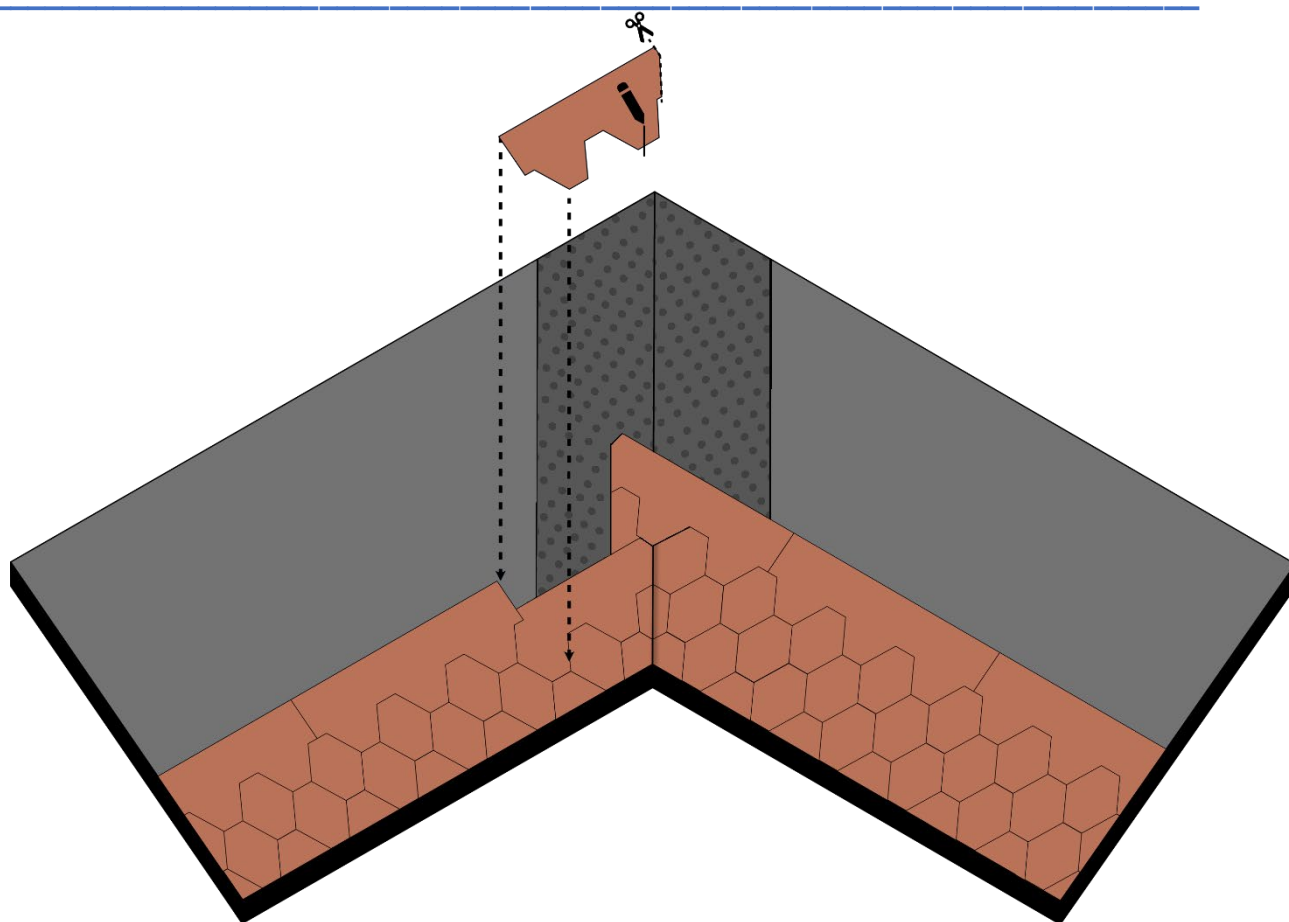

Fig. 21 - Installazione a fiamma delle tegole sul compluvio
- Fissare le stesse alla membrana bituminosa attraverso la fiamma del cannello, sempre scaldando la membrana e non l'elemento tegola. Una volta completata la posa delle tegole sull'intera falda e per l'intera lunghezza del compluvio, passare alla falda adiacente. Iniziare la posa delle tegole per file successive. Fissare le stesse attraverso la fiamma del cannello, sempre scaldando la membrana e non l'elemento tegola. L'ultima tegola di ogni fila dovrà arrivare almeno fino all'asse di compluvio. Completata la posa delle tegole anche per la seconda falda, segnare l'asse del compluvio tramite la tecnica della tracciatura. Procedere quindi al taglio delle tegole della seconda falda seguendo la linea di compluvio, come per la posa a chiodo - Fig. 21. Tagliare trasversalmente lo spigolo superiore della tegola al compluvio, in modo da convogliare l'acqua discendente lungo l'asse del compluvio. Sollevare le tegole al compluvio della seconda falda, una per volta e applicare del Bitustick nella parte inferiore per il loro incollaggio definitivo - Fig. 21.